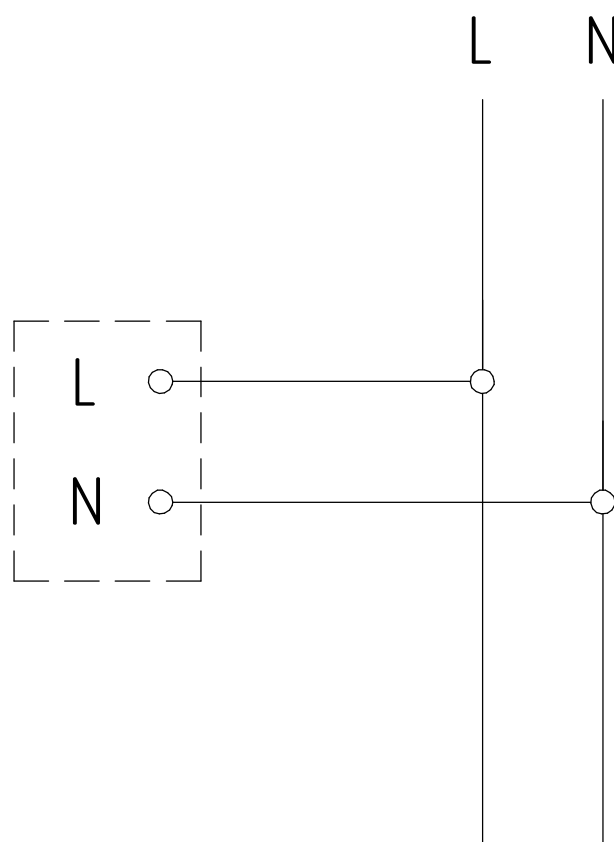

Рисунок 7 - Схема подключения светильников ДСО315 Galactic к сети
5.7 Подключите питающий провод к соответствующей клеммной колодке на потолочном основании в соответствии с рис. 7.